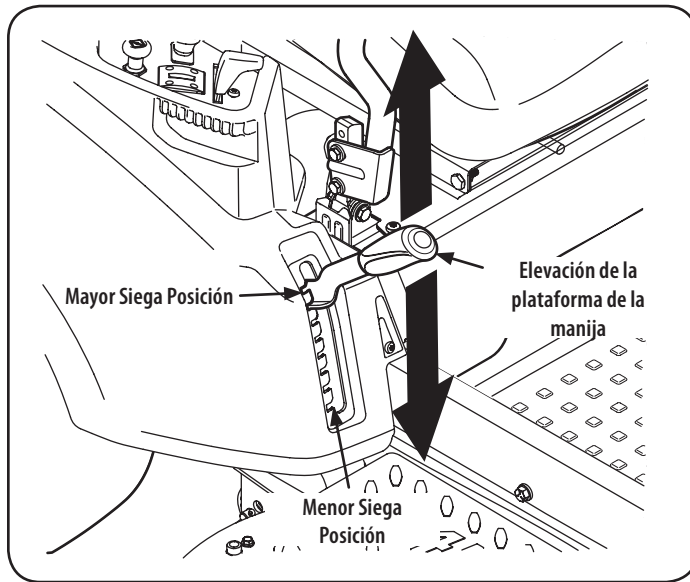

Figura 30
- a. Usando la manija de elevación de la plataforma, levante la plataforma a la posición que le ofrece mayor recorrido horizontal de la correa entre las poleas locas de la plataforma y la polea toma de fuerza en la parte inferior del motor. Ver Figura 30.
5. Baje la plataforma hasta la posición más baja usando la manija de elevación de la cubierta. Ver Figura 30.
1. Coloque la manija de elevación de la plataforma en la posición más alta corte. Ver Figura 30.